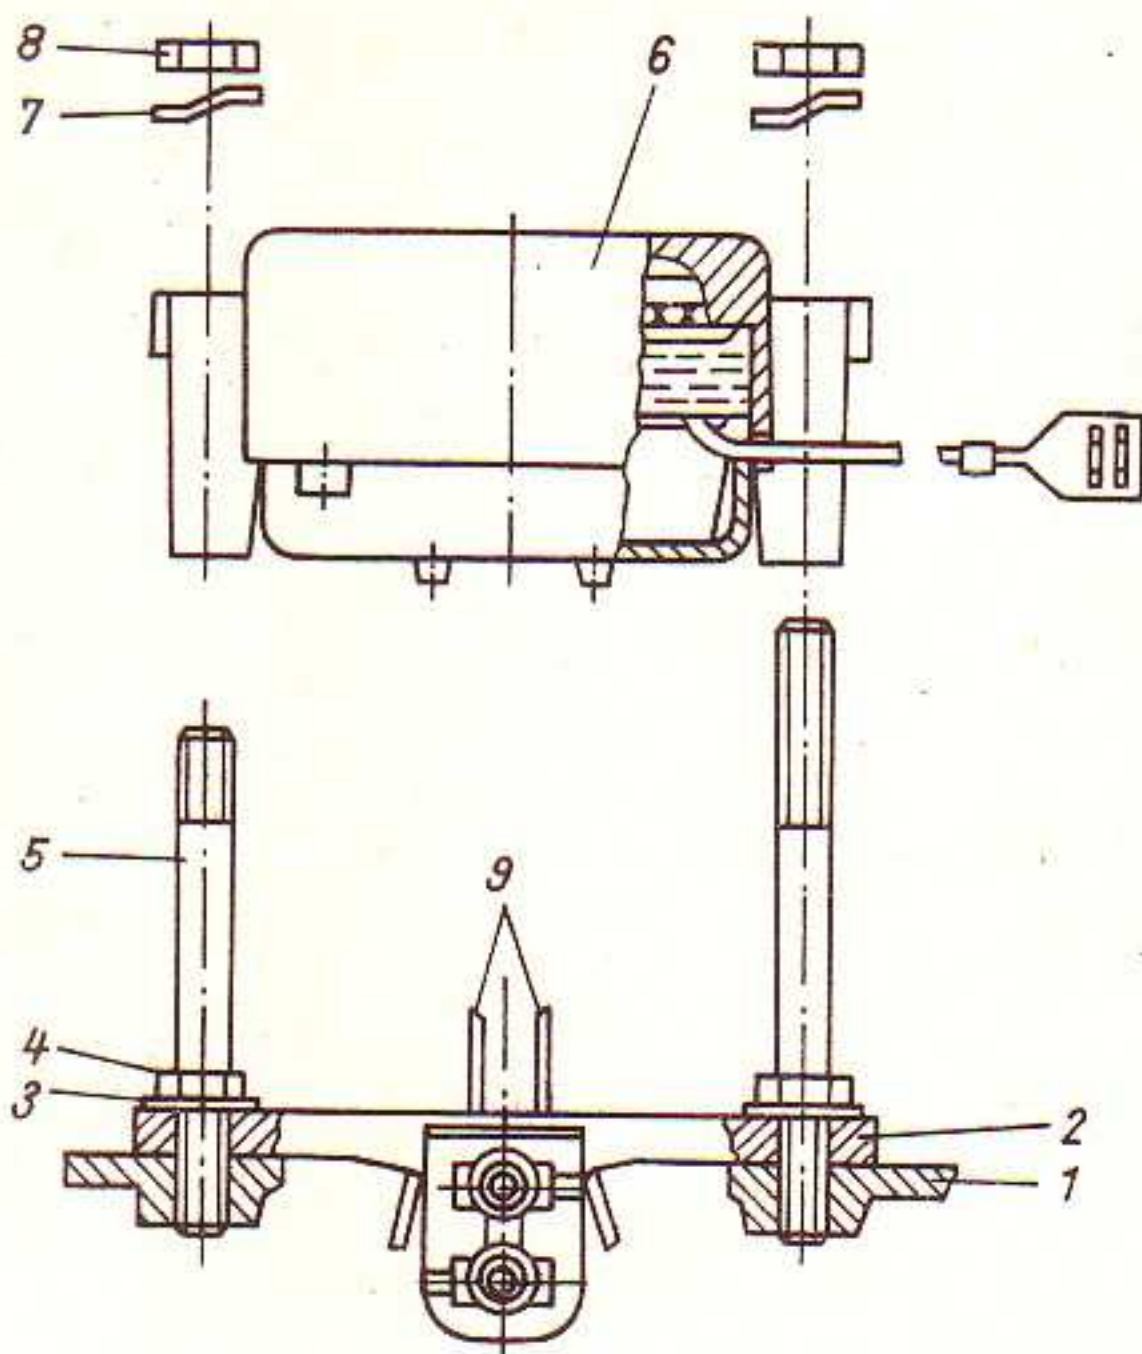

Bild E 10. Montage des Spannungsreglers auf die Drehstromlichtmaschine
3.3.2. Regler montieren und demontieren (Bild E 10)